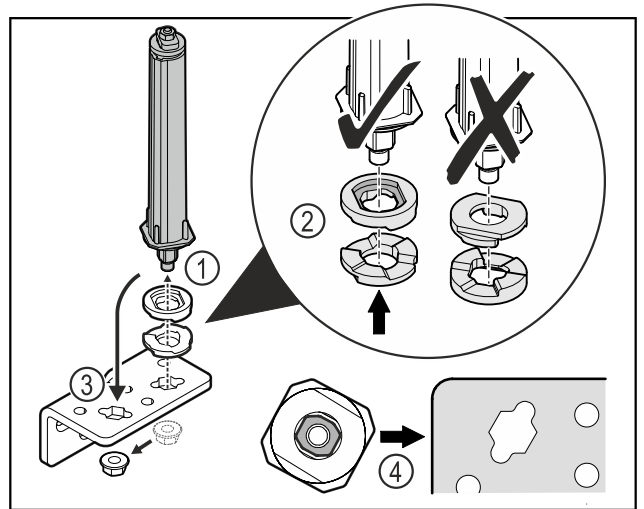

Fig. 29
- ▶ Mutter lösen und Türschließsystem entfernen Fig. 29 (1).
- ▶ Auf die korrekte Ausrichtung der Höhenverstellerscheiben achten Fig. 29 (2).
- ▶ Türschließsystem im Scharnierwinkel umsetzen und mit der Mutter fixieren Fig. 29 (3).
- ▶ Beim Einsetzen auf die korrekte Ausrichtung des Türschließsystems achten Fig. 29 (4).